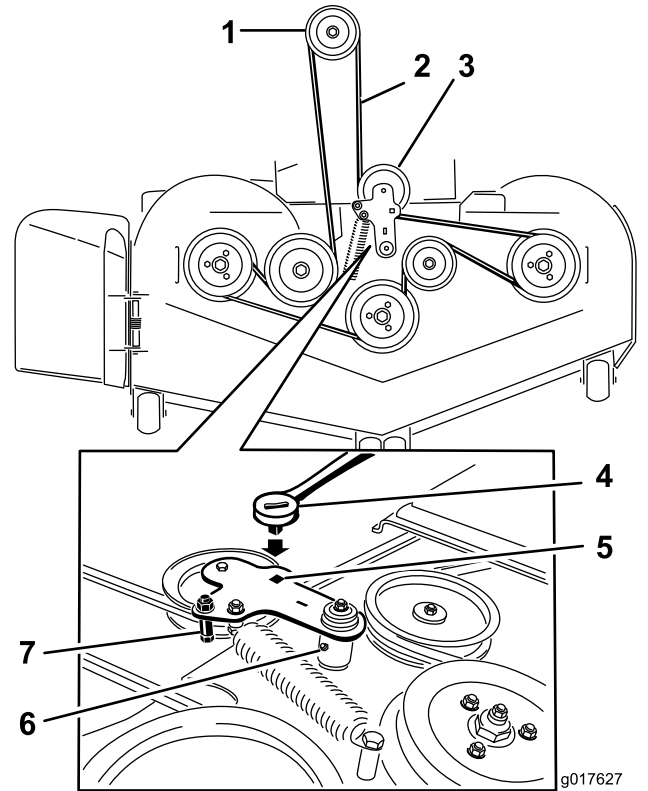

図 87
- フロアパンを持ち上げて、デッキアイドラの四角い穴にラチェットを差し込む 図 87。
- デッキアイドラを右に回転させて刈り込みベルトを外す 図 87。